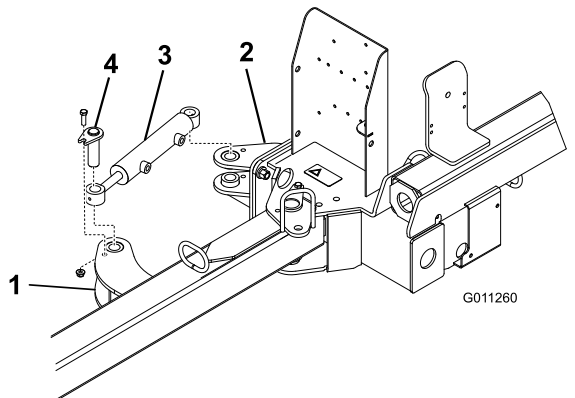

Figura 6
- Sujete cada extremo del cilindro hidráulico a un soporte del actuador con un pasador, un perno ($\frac{3}{8}$ " x $1\frac{1}{4}$ ") y una tuerca con arandela prensada ($\frac{3}{8}$ ") (Figura 6).